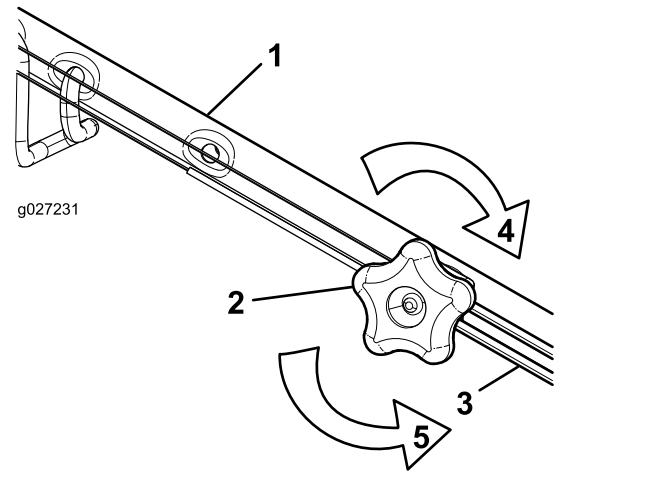

Figure 31
- Ajustez la tension du câble (Figure 31) en le tirant en arrière ou en le poussant en avant puis en le maintenant à cette position.
- Tournez le bouton de réglage dans le sens antihoraire pour desserrer le réglage du câble (Figure 31).